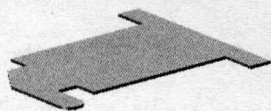
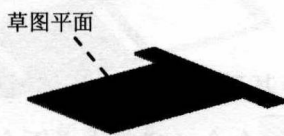

图 1.5 薄片
图 1.6 草图平面
Step3. 创建图 1.5 所示的钣金特征——薄片。选择下拉菜单 **插入(I)** → **钣金(B)** → **基体法兰(A)...** 命令 (或单击“钣金”工具栏上的“基体法兰/薄片”按钮 ); 选取图 1.6 所示的模型表面作为草图平面, 在草绘环境中绘制图 1.7 所示的横断面草图, 选择下拉菜单 **插入(I)** → **退出草图(E)** 命令, 退出草绘环境, 此时系统自动生成薄片。